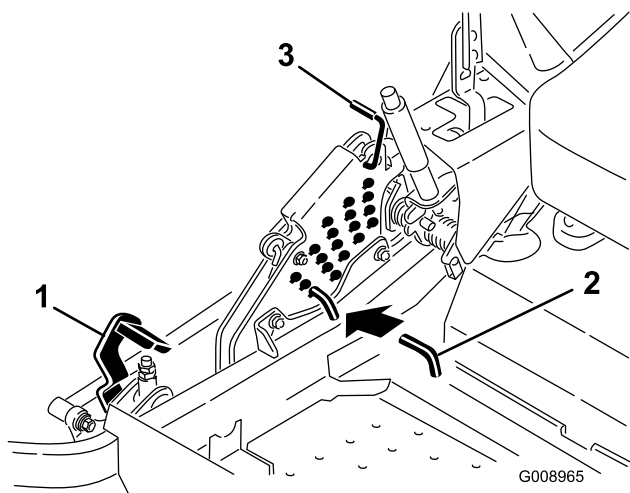

Figura 93
5. Empuje el pedal de elevación de la carcasa hacia delante del todo; la carcasa se enganchará en la posición de transporte de 14 cm (5-1/2 pulg.) (Figura 93).